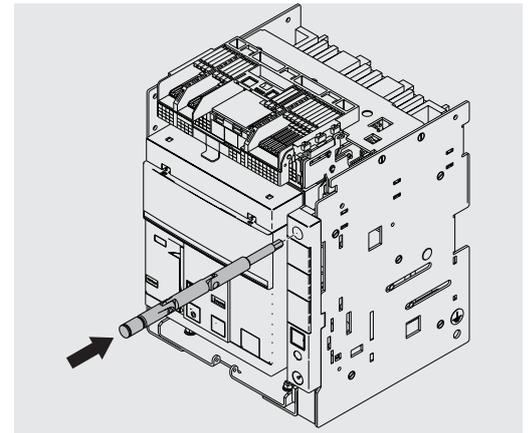

Figura 38
9. Volver a poner la manivela en su alojamiento. Véase Figura 38.